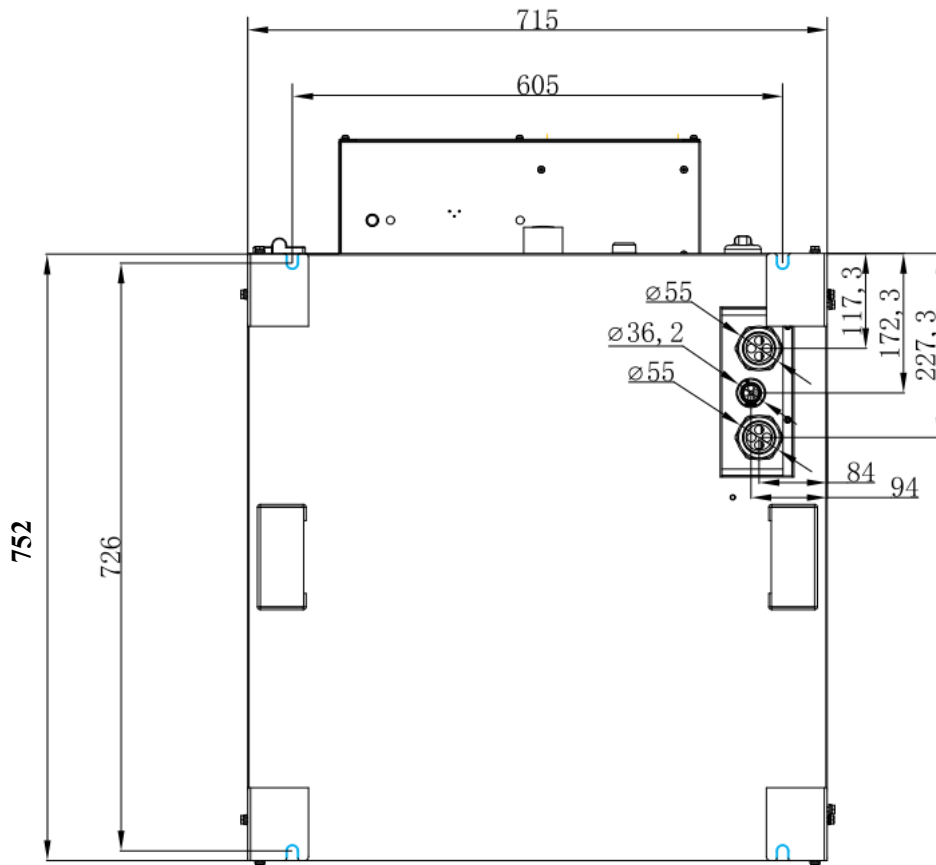

Abbildung 3.2.6 Anordnung der Einbauschlitze unter dem Schrank
Die Montageschlitze an der Unterseite des Schrankes sind wie folgt (Abbildung 3.2.6).
(1) Beziehen Sie sich auf Abb. 3.2.6, um die Position der Befestigungslöcher für den Sockel am Zementfundament zu markieren, und verwenden Sie dann einen Schlagbohrer, um die Löcher zu bohren. Der Durchmesser des Lochs sollte 14 mm und die Tiefe 80 mm betragen.
(2) Nehmen Sie die Expansionsschrauben (5099000031331) 4 Stück, schlagen Sie sie mit dem Gummihammer in die vier Löcher, und das Expansionsrohr sollte ganz in das Loch stecken.
(3) Entfernen Sie die Sechskantmuttern, Federscheiben und Unterlegscheiben und legen Sie sie beiseite, um die Installation des Schrankes vorzubereiten.